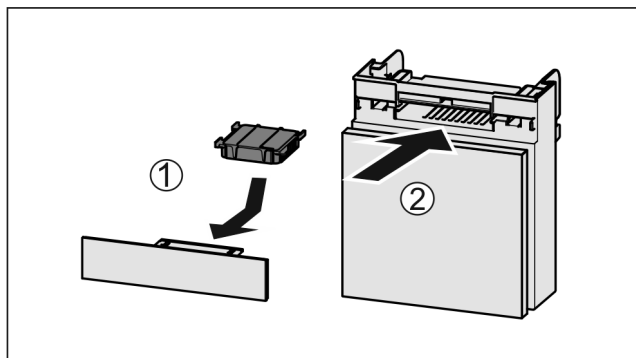

Fig. 110
- ▶ Установите фильтр с активированным углем, как показано на рисунке Fig. 110 (1).
- ▶ Вставьте отделение Fig. 110 (2).